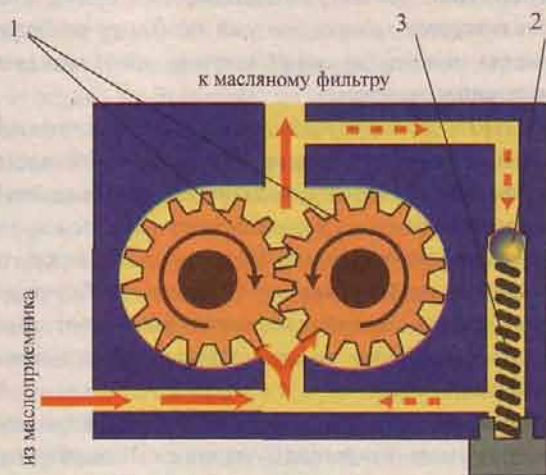

Рис. 27 Схема работы масляного насоса
**Масляный насос** (рис. 27) под давлением подает масло (через фильтр и каналы) к трущимся деталям кривошипно-шатунного и газораспределительного механизмов. Насос состоит из двух шестерен и приводится в действие от коленчатого вала двигателя. При вращении шестеренок, зубья захватывают масло и нагнетают его в главную масляную магистраль.